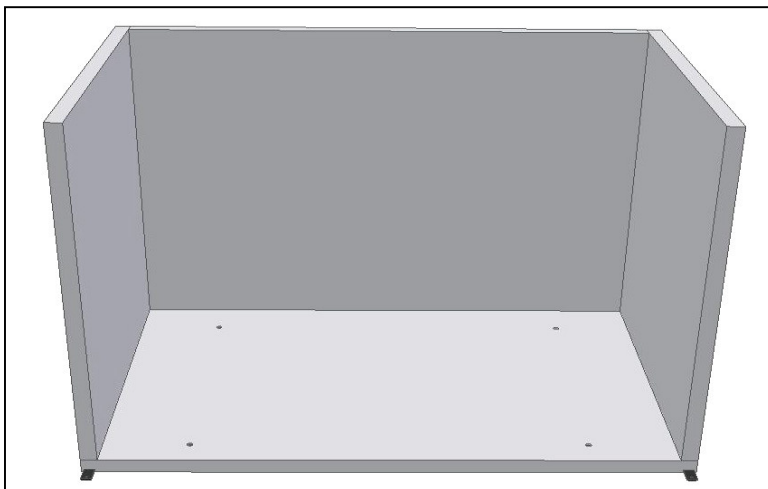

Fig. 5
- Encajar **el panel lateral derecho** sobre el panel del fondo y apretar sólo al fondo (Fig.5);